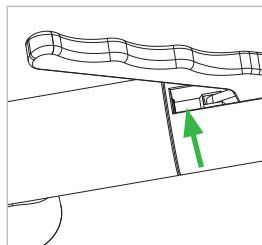

Figure 17
- ▶ Vaporisez brièvement une fois le lubrifiant avec le petit tube sur la broche d'actionnement (Pos. 3) (Figure 17).